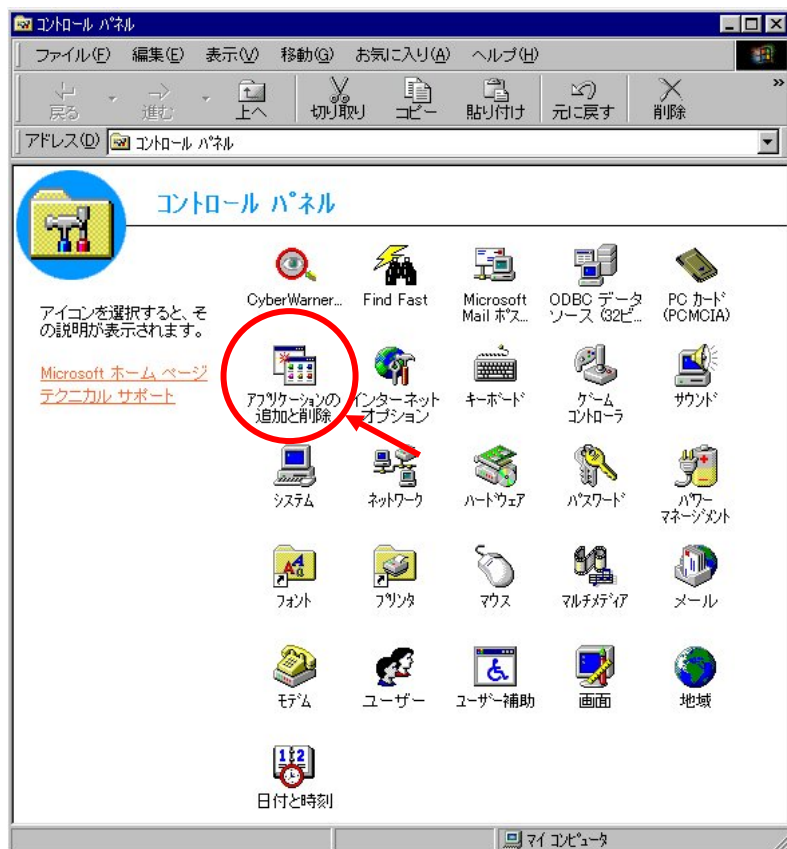

図1.3-2
(2) [アプリケーションの追加と削除]アイコンをダブルクリックしてください。(図1.3-2)